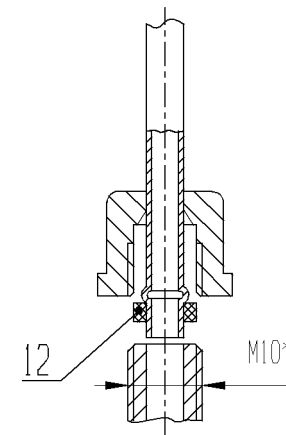

Рис.3 Схема монтажа автоматики САБК-С-РД, САБК-СБ-РД, САБК-СК-РД
6.5 Произвести настройку клапана пламени в соответствии с рис.3.
- демонтировать датчик пламени с панели ГГУ, проверить на герметичность. При необходимости, прикатать шарик клапана по резиновой подложке или заменить, настроить зазор в соответствии с рис. 3;
- **ВНИМАНИЕ!** Будьте осторожны при затягивании гаек на импульсных трубках во избежание поломки. Установка герметизирующих прокладок 12 (см. рис.3) обязательна.